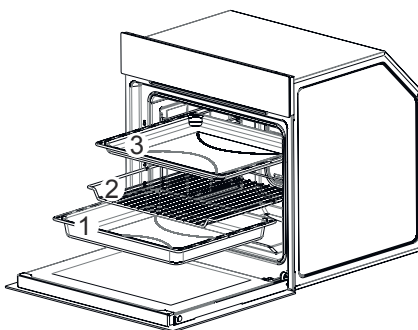

Рис. 19
- Снимите противни и гриль в следующем порядке (1-2-3 / Рис. 19).